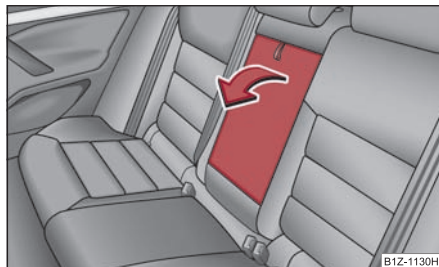

Fig. 84 Asientos traseros: Apoyabrazos
- El apoyabrazos lo puede abatir hacia abajo por el lazo para un aumento del confort ⇒ fig. 84. ■